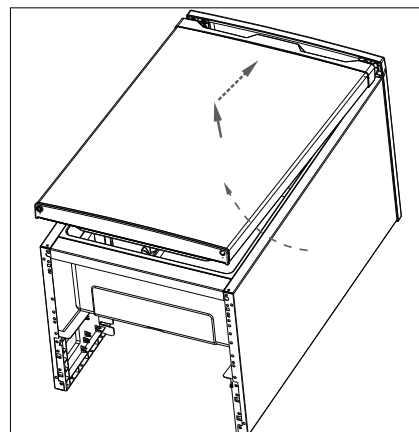

Fig. 11
- ▶ Anbring fryseskabsdøren på fryseskabet igen, ved at skubbe fryseskabsdøren let skråt opad nede fra (fig. 11). Vær opmærksom på, at hængselstappen for øverste hængsel sidder i hængselsbøsningen på fryseskabets overside, og at tætningen lukker korrekt med husets kant.